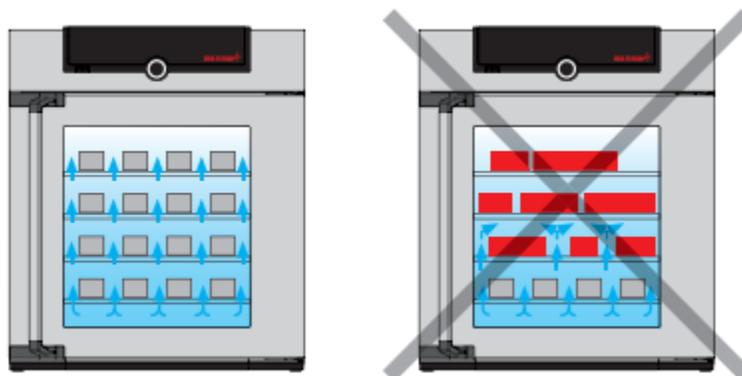

Figura 6. Colocación correcta de la carga o material de trabajo.
- Ingrese el material a incubar, para asegurar una temperatura uniforme, sitúe los materiales de una manera que permita el flujo de aire caliente por toda la cámara (**Figura 6**).